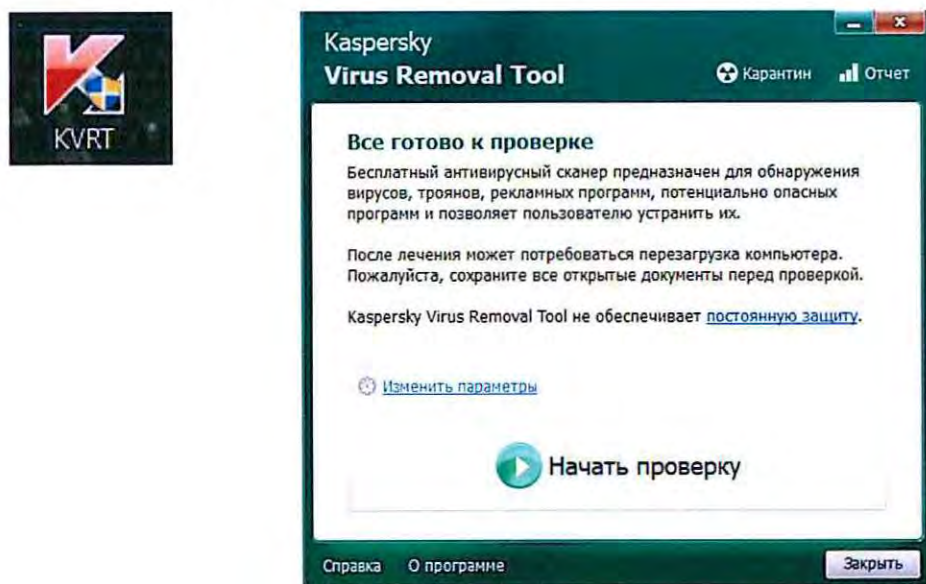

Рисунок 2. Ярлык и начальное окно антивирусной программы.
7.1.3 Запустить ярлык антивирусной программы (Рисунок 2).